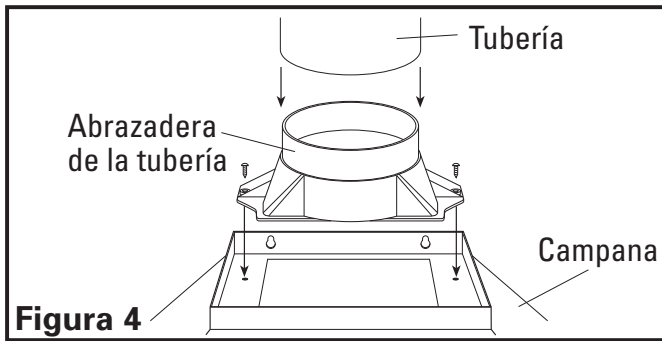

Figura 4
- Instale la abrazadera de la tubería incluida a la campana con dos de los tornillos de 3,9 x 13 mm provistos (Figura 4).
2. Conecte la tubería a la abrazadera de la tubería y asegure en su lugar usando cinta para sellar todas las juntas (**Figura 4**).